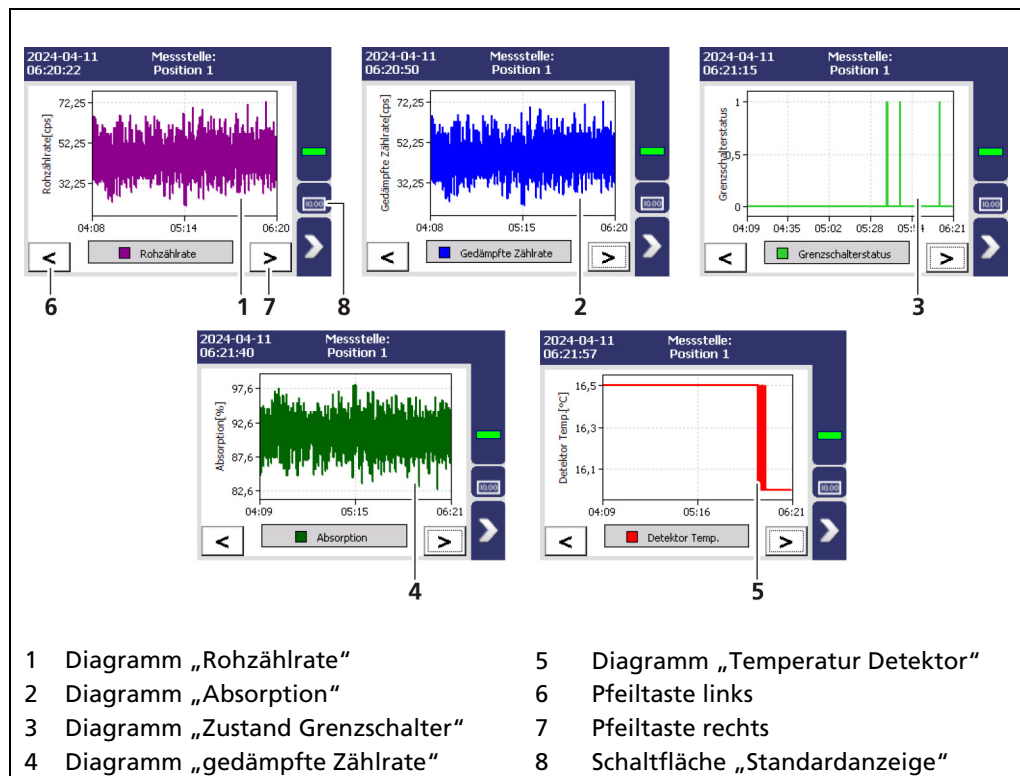
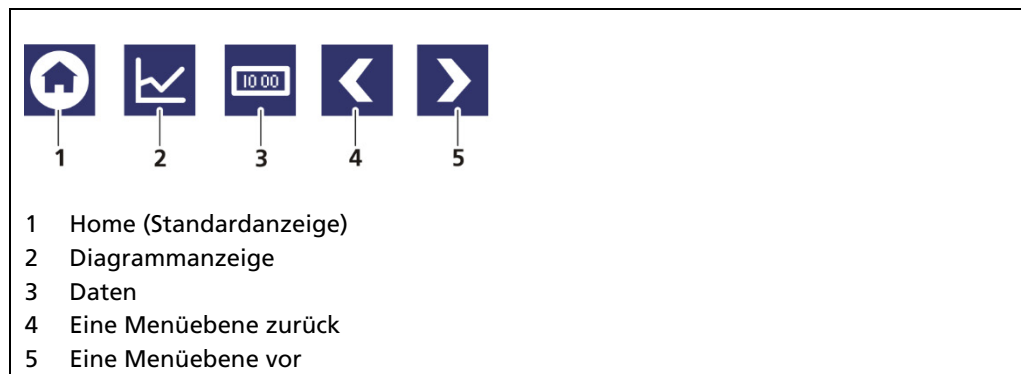
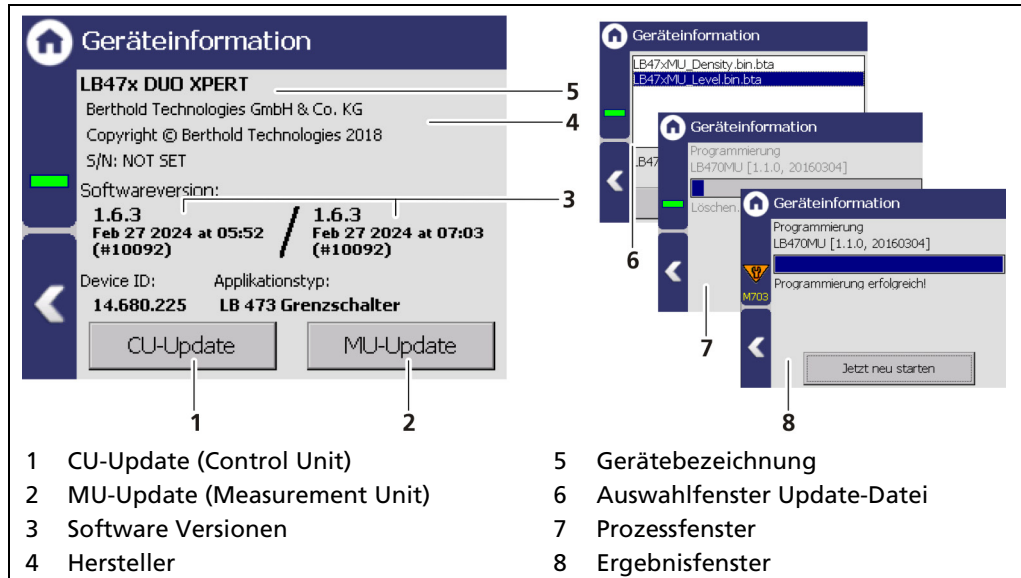

Abb. 16 Diagrammanzeige der AWE
Abb. 17 Symbole zur Navigation
Abb. 24 Geräteinformationen
Durch Anklicken des Diagramm-Symbols (Abb. 16, Pos. 5) wechselt die Ansicht in die Diagrammanzeige. Mit den Pfeiltasten (Abb. 17, Pos. 1) kann zwischen den Diagrammen gewechselt werden. Durch Anklicken des Anzeigesymbols (Abb. 17, Pos. 3) wechselt die Ansicht zur Standardanzeige.
Im Menü Standort wird der Standort der Auswerteeinheit angezeigt (Abb. 24, Pos. 1). Die Bezeichnung kann nur in der Zugangsebene „Standard“ und „Admin“ bearbeitet (7.2 Zugang) werden. Der Standort wird auf der Standardanzeige (Abb. 16, Pos. 1) eingeblendet.
1. Klicken Sie <Bearbeiten> (Abb. 24, Pos. 2), um das Eingabefeld zu öffnen.